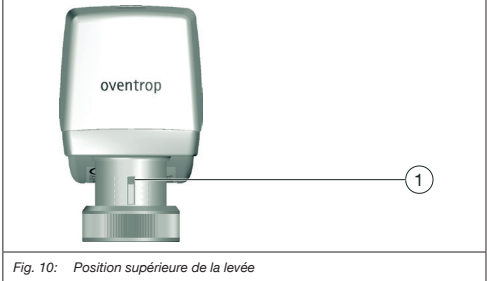

Fig. 10: Position supérieure de la levée
(1)	0 V CA/CC	bleu (BU)
(2)	0 V ou 24 V CA/CC	brun (BN)
(3)	0 V ou 24 V CA/CC	gris (GY)
Si l'interrupteur DIP 7 est réglé sur „OFF“, le comportement de la levée sera comme suit. (Si l'interrupteur DIP 7 est réglé sur „ON“, le comportement de la levée sera inversé !) - Le moteur se place en position supérieure de la levée (voir position (1), Fig. 10) lorsqu'une tension de 24 V est présente au niveau de cette position/du contact (3). - Le moteur se place en position inférieure de la levée lorsqu'une tension de 24 V est présente au niveau de cette position/du contact (2).
3. Si le moteur ne se trouve pas en position supérieure de la levée (voir position (1), Fig. 10) :